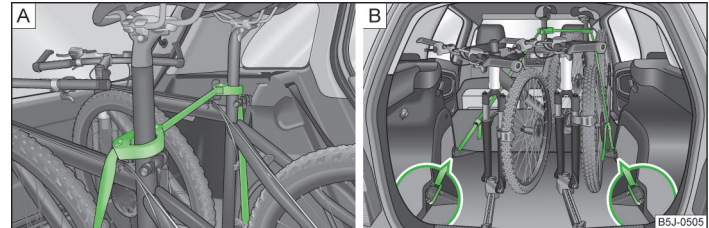

Abb. 60 Fahrräder absichern
- › Die Schelle mit dem Gummiteil nach vorn (in Fahrtrichtung) möglichst weit unten an die Sattelstütze setzen und diese schließen » Abb. 60 - A.
- › Beim Transport von zwei Fahrrädern den Gurt » Abb. 60 - A zwischen den Sätteln spannen, indem die Fahrräder auseinander geschoben werden.
- › Die Karabiner an den Gurtenden in die Verzurrösen hinter den Rücksitzen einrasten » Abb. 60 - B.